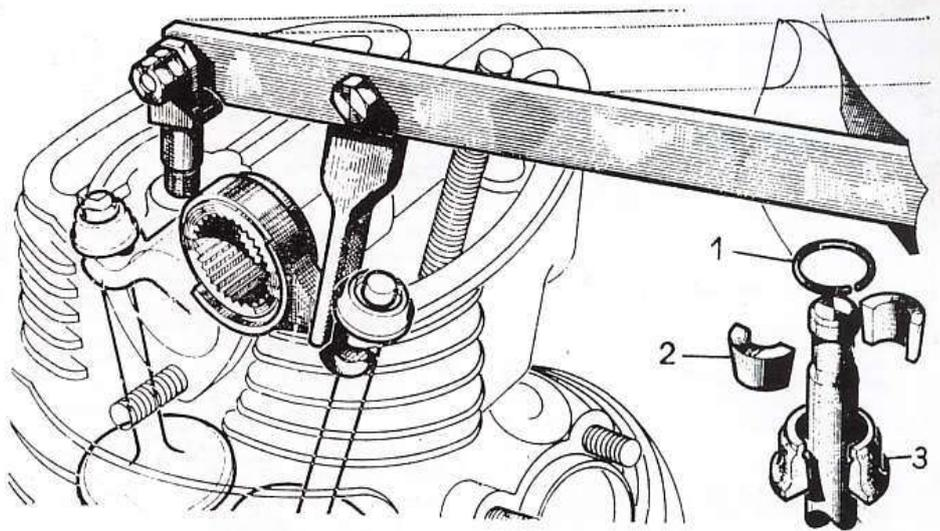

Fig. 13. — Mise en tension d'une barre de rappel de soupape à l'aide de l'outil Wilmonda DAZ. 1. Jonc d'arrêt - 2. Clavettes demi-lune - 3. Coupelle d'appui.
- Abaisser le levier de rappel à l'aide de l'outil Wilmonda DAZ (voir fig. 13).